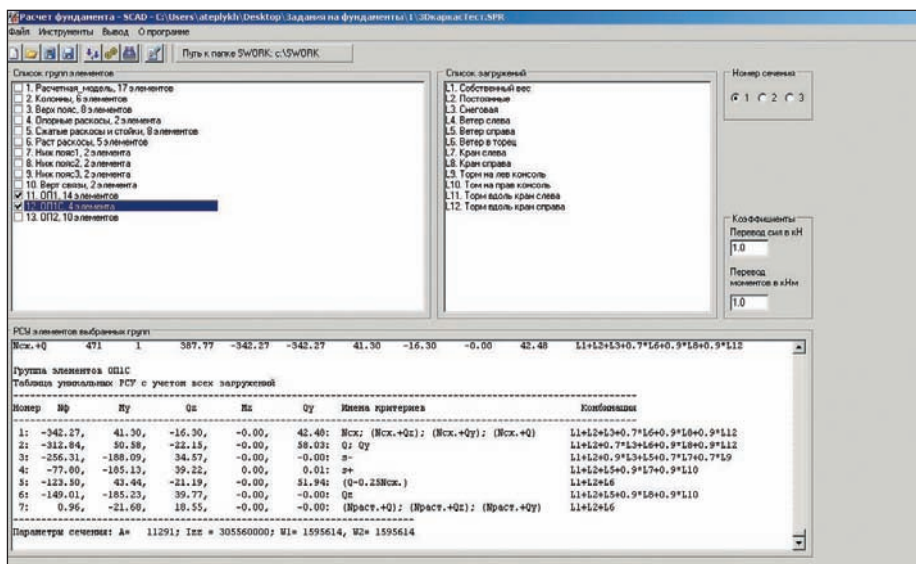

Рис. 10. Окно утилиты формирования заданий на фундаменты
5. С помощью утилиты подготовки задания на фундаменты, работающей в связке со SCAD через API, на основе РСУ трехмерной модели SCAD выполняются подготовка задания на фундаменты и расчет опорных узлов в режиме сквозного проектирования (рис. 10). Следует отметить, что утилита формирования заданий на фундаменты является универсальной и может работать с любой моделью SCAD. Результатом работы утилиты являются таблицы нагрузок на фундаменты, рассчитанные опорные узлы, схемы привязки и параметры фундаментных болтов.